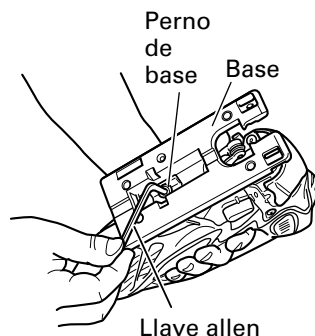
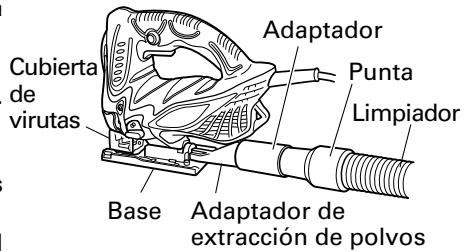

Fig. 10
Fig. 18
(1) Afloje el perno de base con la llave allen provista en la base. (Fig. 10)
NOTA: Para cortar con precisión utilizando la guía (Fig. 10), ajuste siempre la posición orbital a "0".
- (1) Afloje el perno de base con la llave allen provista en la base y mueva la base completamente hacia adelante. (Fig. 10, 11)
- (3) Apriete de nuevo el perno M5. (Fig. 10)
- (4) Ajuste la posición orbital a "0".
- (1) Retire la llave allen de la base.
- (2) Mueva la base completamente hacia adelante. (Figs. 10, 11)
- (3) Fije la cubierta de virutas.
- (4) Conecte el adaptador de extracción de polvos con el adaptador. (Fig. 18)
- (5) Conecte el adaptador con la punta del limpiador. (Fig. 18)